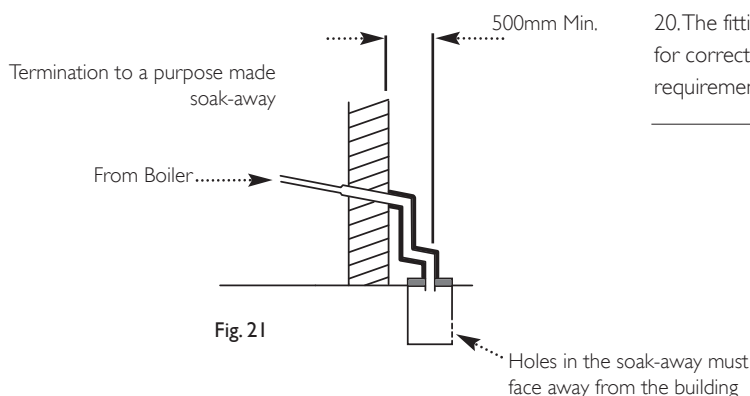

Fig. 21
- iv) to a soakaway - Fig. 21.